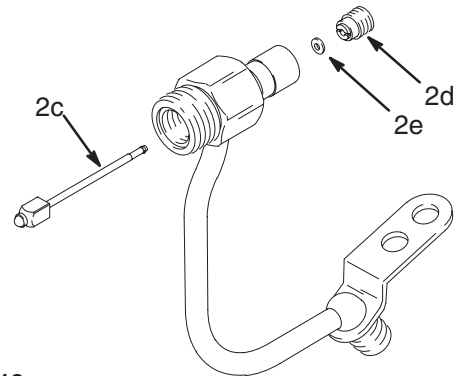

Fig. 12
8. Ta ut nålen (2c). Skru ut tetningsholderen (2d). Ta ut tetningen (2e). Se Fig. 12.